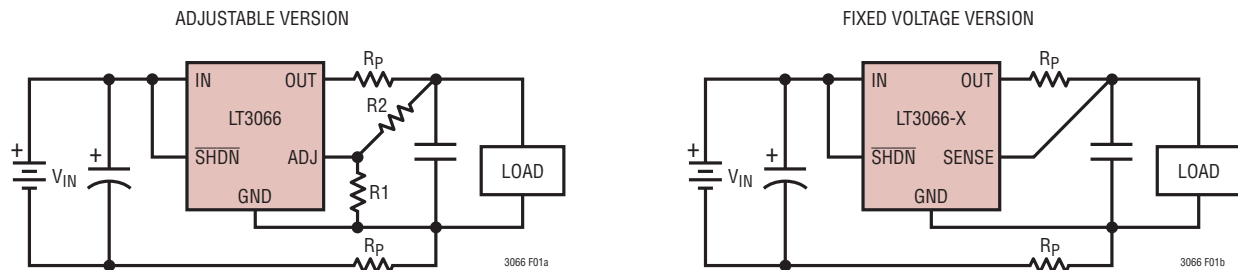

図1. ケルビン検出接続
INFILT (ピン1) : フィルタ付き入力。このピンは、約 140Ω の内蔵抵抗を介して IN に接続されています。PSRR を改善するには、 10kHz よりも高い周波数で、最大 $0.47\mu\text{F}$ のコンデンサを INFILT と GND の間に接続します (図1を参照)。PSRR の改善が不要な場合は、INFILT ピンを IN に接続します。
0.6V を超える出力電圧では、ADJピンに接続された抵抗分割器を使って負荷の電圧を安定化します。したがって、PCBトレースやケーブルの寄生抵抗により、大出力電流時に負荷レギュレーション誤差が生じる可能性があります。これらの誤差をなくすため、図1に示すように、抵抗分割器を負荷に直接接続してケルビン検出接続を行います。